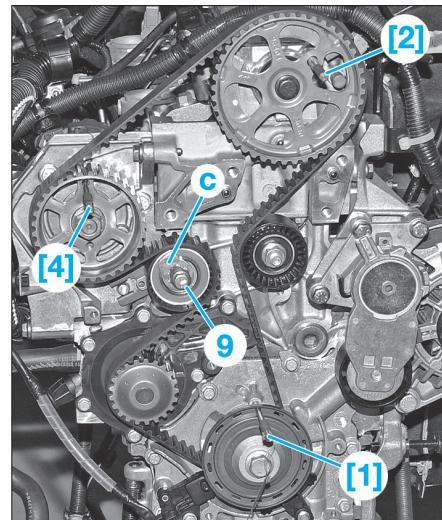

Fig. 12a
**!** *La piste magnétique (2) ne doit présenter aucune trace de coup et ne devra être approché avec aucune source magnétique. Dans le cas contraire, remplacer la poulie de vilebrequin.*
- Déposer la vis (3) de l'équerre antidécalage.
- À l'aide de l'outil [2], pincer la poulie d'arbre à cames (Fig.12a).
- le support moteur supérieur droit (7),
- les vis de fixation (4) du support intermédiaire supérieur droit,
- le support moteur intermédiaire supérieur droit (6).
- Desserrer la vis de fixation (9) du galet tendeur en retenant sa détente à l'aide d'une clé six pans (c) (Fig.12a).